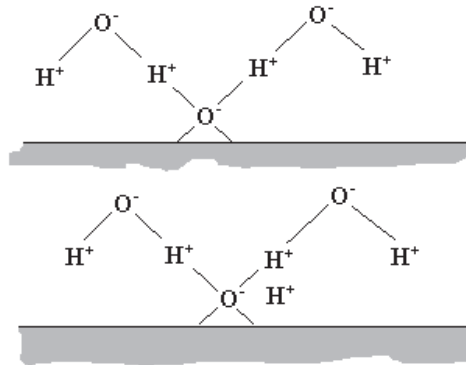

Fig. 2
2.1.1 - O significado da *ponte de hidrogênio* com elementos polares da superfície ( $O^-$  e  $OH^-$ ) (Fig. 2).